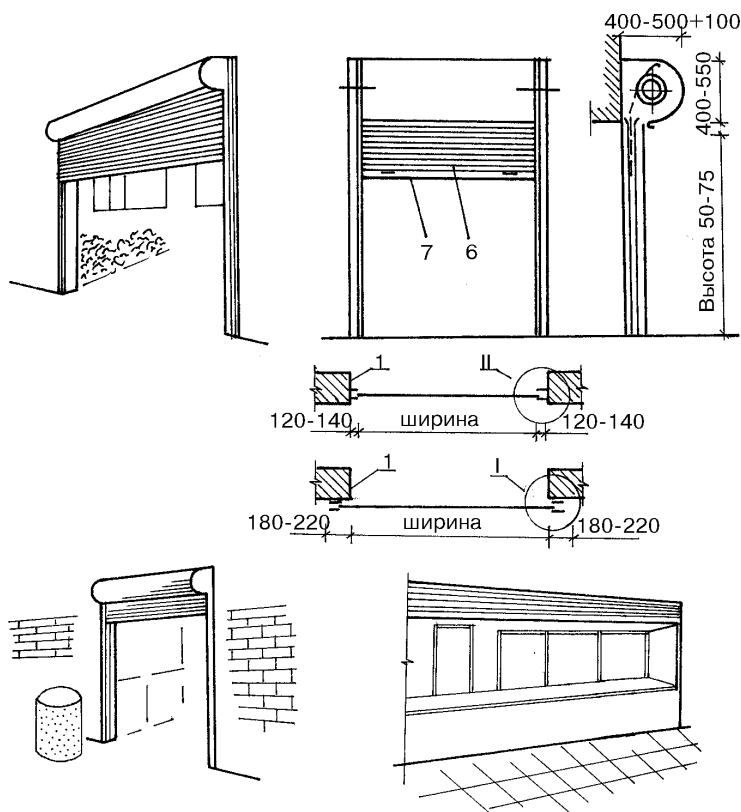

Рис. 131. Подъемно-шторные двери
• **Подъемные шторные /жалюзийные/ двери.** Конструкция таких дверей очень напоминает рольставни (рис.131). Подъемные двери обычно применяют для редко посещаемых помещений, как правило, это различного назначения кладовые и подсобные помещения. Эти двери не очень удобны при отсутствии механизации, так как ручка открывания располагается у них внизу.